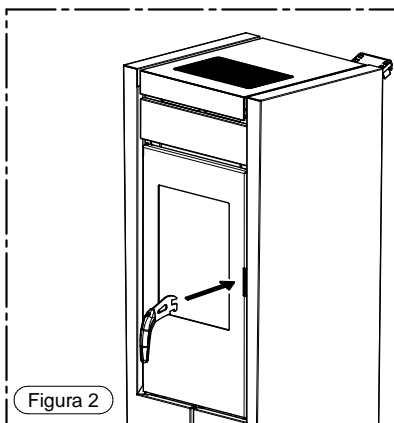

Figura 2
- 2) Rimuovere i componenti B, C e D che tengono fissati i piedini al bancale (Figura 2).
- 2) Svitare le viti (B) e togliere le staffe (C) che fissano il prodotto al bancale (Figura 2).
In caso di installazione del tubo coassiale da 130 mm, ritagliare la relativa sagoma superiore come in Figura 1B ed installare il kit opzionale copri tubo, come indicato nella Figura 2.